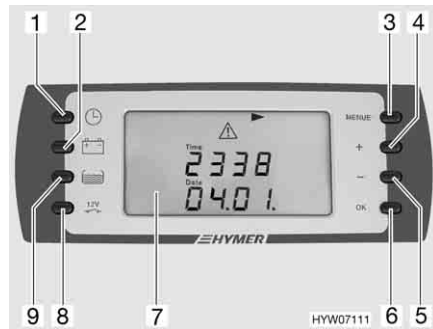
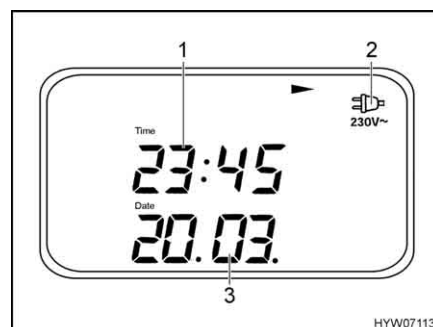
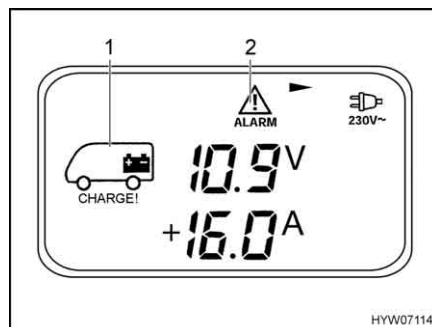
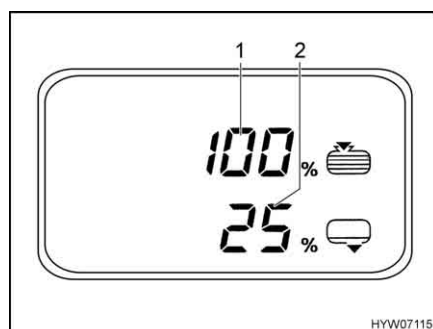

Bild 135 Panel (DT 200)
Bild 137 Grund-Menü (Menüseite 1)
Bild 138 Batterie-Menü (Wohnraumbatterie)
Bild 139 Tank-Menü
Der 12-V-Hauptschalter (Bild 135,8) schaltet das Panel und die 12-V-Versorgung des Wohnraums ein und aus.
Einschalten: ■ Taste (Bild 135,8) drücken: Die 12-V-Versorgung des Wohnraums ist eingeschaltet. Die LCD-Anzeige (Bild 135,7) zeigt das Grund-Menü und ist 20 Sekunden lang beleuchtet. Im Alarmfall erscheint zusätzlich die jeweilige Alarmanzeige.
Ausschalten: ■ Taste (Bild 135,8) drücken: Die 12-V-Versorgung des Wohnraums ist ausgeschaltet. Zur Bestätigung wird "12V OFF" 3 Sekunden lang angezeigt. Danach erlischt die LCD-Anzeige.
Das Grund-Menü (Bild 137) erscheint immer nach dem Einschalten mit dem 12-V-Hauptschalter (Bild 135,8).
Menü aufrufen: ■ Taste (Bild 135,1) drücken: Das Grund-Menü erscheint.
- Netzkontrolle (Bild 137,2): Symbol erscheint bei Anschluss des Fahrzeugs an die 230-V-Versorgung
- Datum (Bild 137,3)
- Uhrzeit (Bild 137,1)
- Taste (Bild 135,2) drücken: Das Batterie-Menü (Bild 138) erscheint.
- Spannung (V), Ladestrom (+A) und Entladestrom (-A) der Wohnraumbatterie (Bild 138,1)
- Spannung (V) der Starterbatterie (Menüseite 2)
Das Batterie-Menü erscheint und die Symbole (Bild 138,1 und 2) blinken, sobald die Spannung der Wohnraumbatterie 11 V (Messung im laufenden Betrieb) unterschreitet und damit Tiefentladung droht. Zusätzlich blinkt die Spannungsangabe.
- Taste (Bild 135,9) drücken: Das Tank-Menü (Bild 139) erscheint.
- Füllstand des Wassertanks (Bild 139,1)
- Füllstand des Abwassertanks (Bild 139,2)
Tank-Alarm Das Tank-Menü erscheint und das entsprechende Symbol blinkt, wenn der Wassertank leer oder der Abwassertank voll ist. Zusätzlich blinken das Alarm-Symbol und die entsprechende Prozentangabe (Bild 139,1 oder 2).
- Die Taste Tank-Menü (Bild 135,9) drücken.
- Die Taste "MENUE" (Bild 135,3) länger als 3 Sekunden drücken. Das Tank-Einstellungsmenü wird angezeigt.
- Mit den Tasten "+" und "-" (Bild 135,4 und 5) den Tankalarm einschalten ("ON") oder ausschalten ("OFF") und mit Taste "OK" (Bild 135,6) bestätigen.